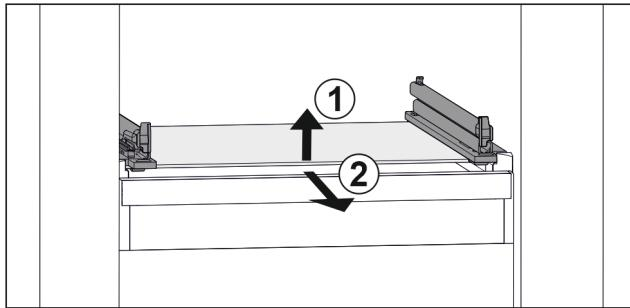

Fig. 153 Приближене відображення скляної пластини
- Підняти скляну пластину спереду. Fig. 153 (1)
- Вийняти скляну пластину рухом вперед. Fig. 153 (2)